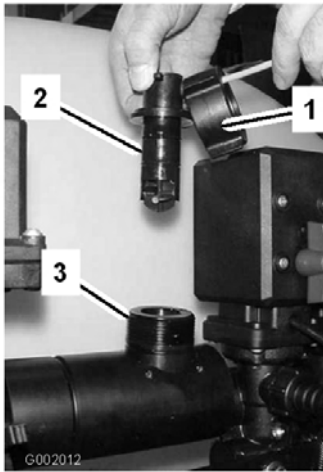

Bild 67
2. Nehmen Sie den Befestigungsdeckel vom Gehäuse des Durchflussmessers ab (Bild 67).